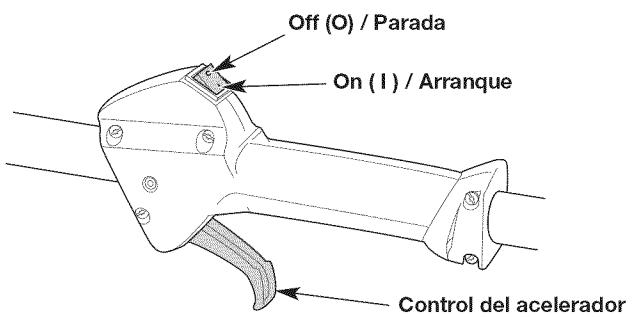

Fig. 8
NOTA: No es necesario encender la unidad. El interruptor de encendido/apagado está en la posición ON (I) (encendido) en todo momento (Fig. 8).
5. Apriete y mantenga oprimido el control del acelerador (Fig. 8).
2. Oprima y mantenga apretado el interruptor de encendido/apagado en la posición OFF (O) (apagado) hasta que el motor se pare por completo (Fig. 8).
- NOTA:** No es necesario encender la unidad. El interruptor de encendido/apagado está en la posición ON (I) (encendido) en todo momento (Fig. 8).
6. Apriete y mantenga oprimido el control del acelerador (Fig. 8).